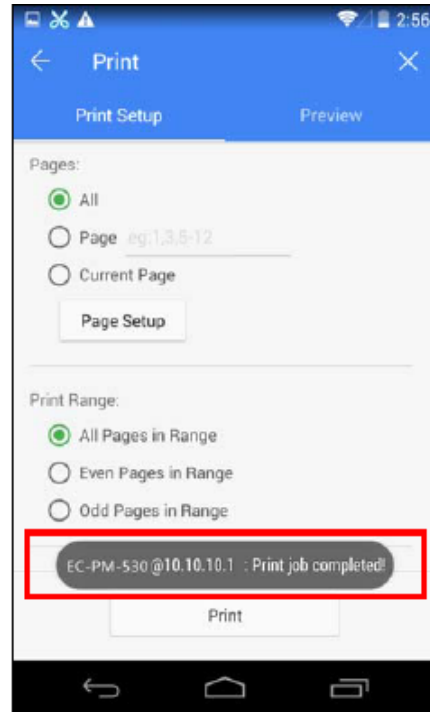

Figura 32
4.8 El sistema envía datos a la impresora, cuando la impresora termina de recibirlos se muestra un aviso “Print job completed!” (como se muestra en la Figura 32).